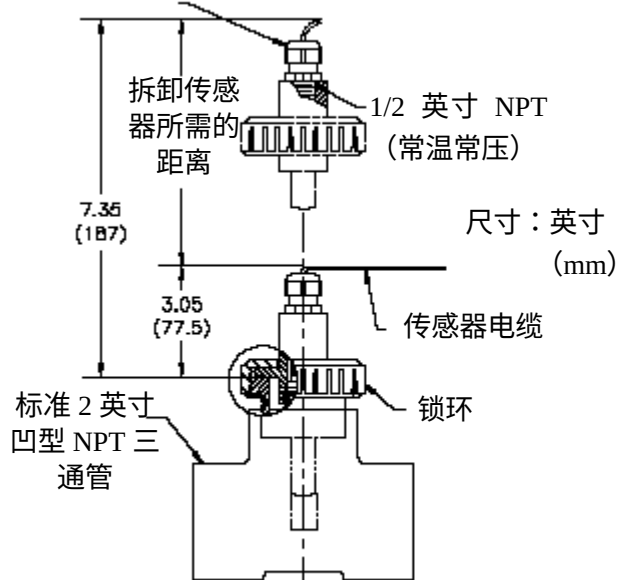

图 2-2 三通管安装说明
2. GLI 活接头安装适配器上的特殊螺纹套管与三通管（或对焊管或管鞍）的连接应采用聚四氟乙烯胶防漏。（管封材料聚四氟乙烯，Locktite 59321，或其它同样功能的材料，在较高溶液温度下可能不能提供足够的密封效果）。图 2-2 和 2-3 分别详细说明了三通管和法兰安装。